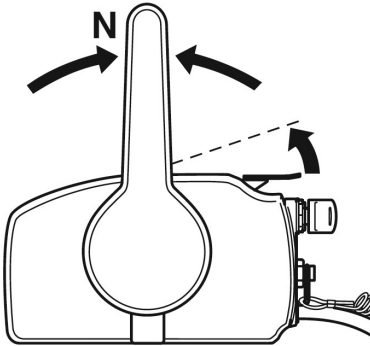

Рис. 28 Положение рычага для запуска двигателя
6. Установите рычаг управления дроссельной заслонкой в положение для запуска (Рис. 28). Поднимите рычаг до возникновения сопротивления, затем поднимите рычаг еще немного.